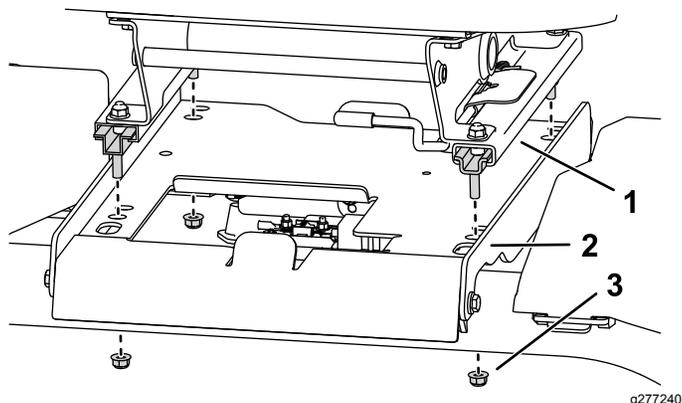

Figura 3
4. Rimuovete e gettate i 4 dadi che fissano le guide del sedile al relativo fondo e rimuovete il sedile (Figura 3).